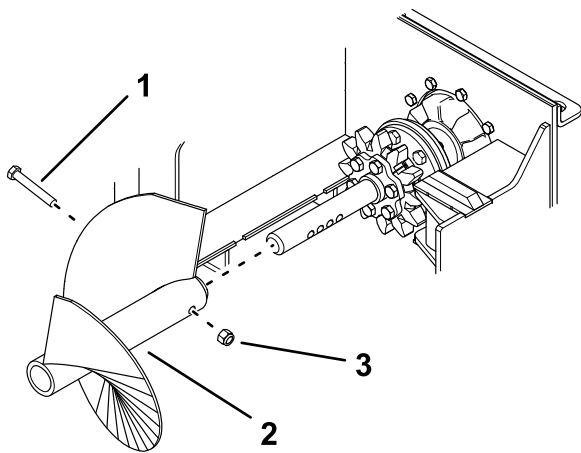

Figura 13
4. Retire el perno y la contratuerca que sujetan el sinfín para escombros y retire el sinfín (Figura 13).